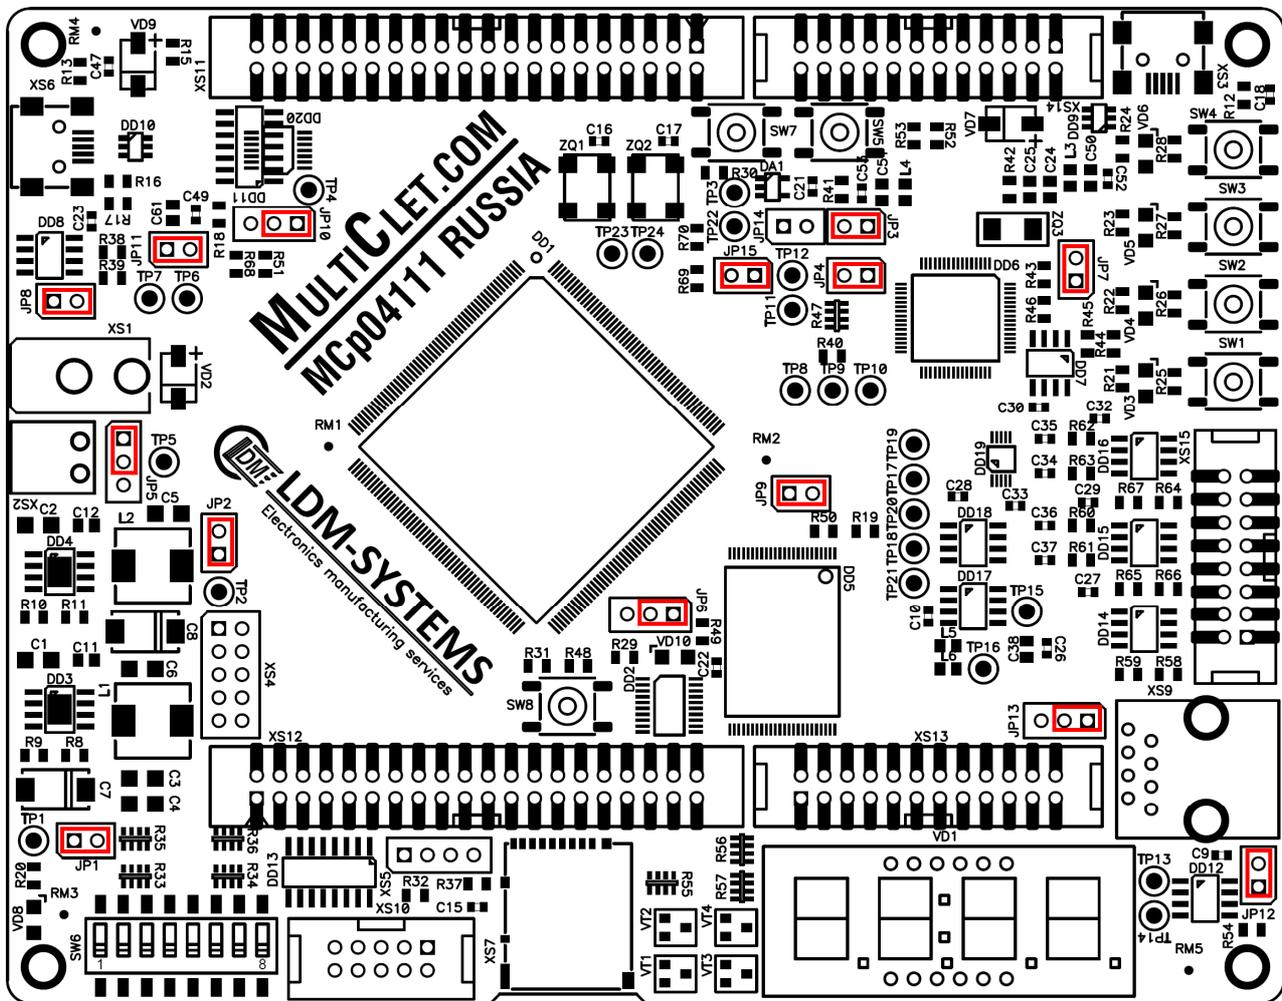

Рисунок 4. Штатные позиции переключателей на плате LDM-MCp0411100101-Q208 Evolution
3. Проверьте положение перемычек (п. 2.5.1, рис. 4). Если у вас нет блока питания на 9-12 В, то плату при тестировании можно запитать от любого USB порта XS3 или XS6. Чтобы включить эту функцию, необходимо поставить джампер JMP5 из положения 1-2 в положение 2-3.